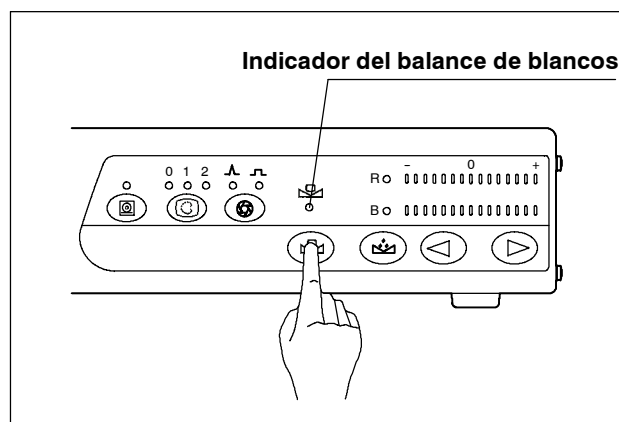

Figura 5.3
3. Pulse el interruptor del balance de blancos del frontal del procesador de video durante aprox. 1 segundo (ver figura 5.3). El indicador de balance de blancos se iluminará al terminar el balance de blancos. Si el indicador de balance de blancos se ilumina de forma intermitente quiere decir que el balance de blancos no ha tenido éxito. Es probable que el color de la imagen y/o el brillo no sean adecuados, o que el accesorio cilíndrico blanco para el balance de blancos se encuentre sucio.